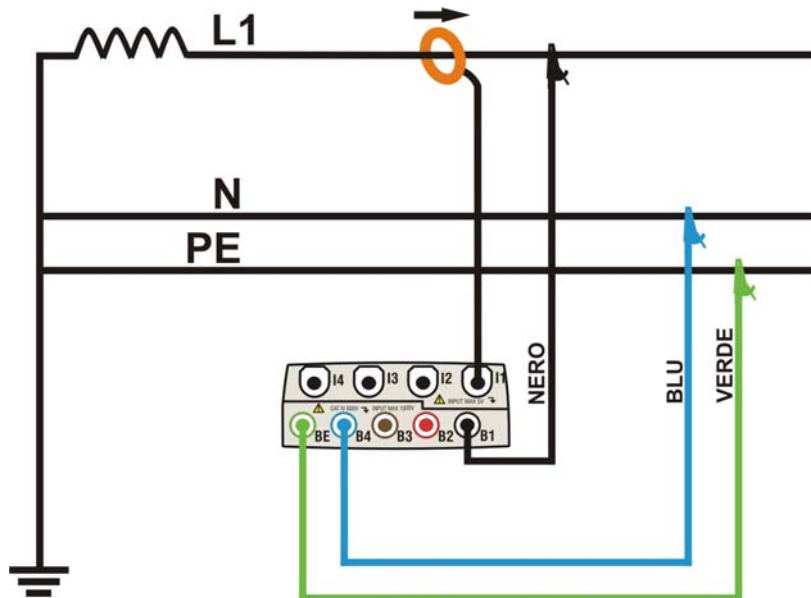

Fig. 121: Collegamento dello strumento in un sistema Monofase
2. Collegare i cavi di misura della tensione sui conduttori di Fase, Neutro e Terra rispettando i colori come mostrato in Fig. 121.
3. Collegare la pinza di corrente sul conduttore di Fase L1 come mostrato nella Fig. 121 **rispettando il verso della freccia** presente sulla pinza stessa che indica la direzione convenzionale della corrente da generatore a carico. **Verificare sempre, nelle videate della sezione Visualizzazione Misure, che la Potenza Attiva P sia sempre positiva e che il fattore di potenza Pf sia corrispondente al carico, normalmente induttivo**, prima di attivare una registrazione. In caso di valori negativi della potenza attiva ruotare la pinza di 180° sul conduttore.